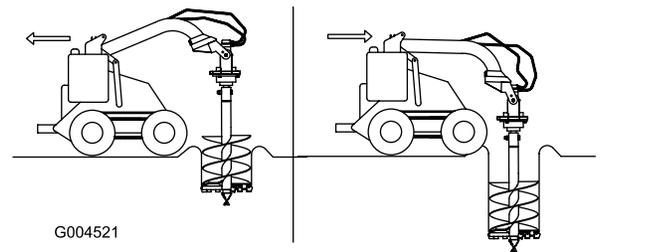

Figura 10
6. Baje la barrena lentamente a medida que se va cortando la tierra. A medida que vaya penetrando en el suelo, mueva la unidad de tracción hacia delante o hacia atrás para mantener la barrena en posición vertical (Figura 10).